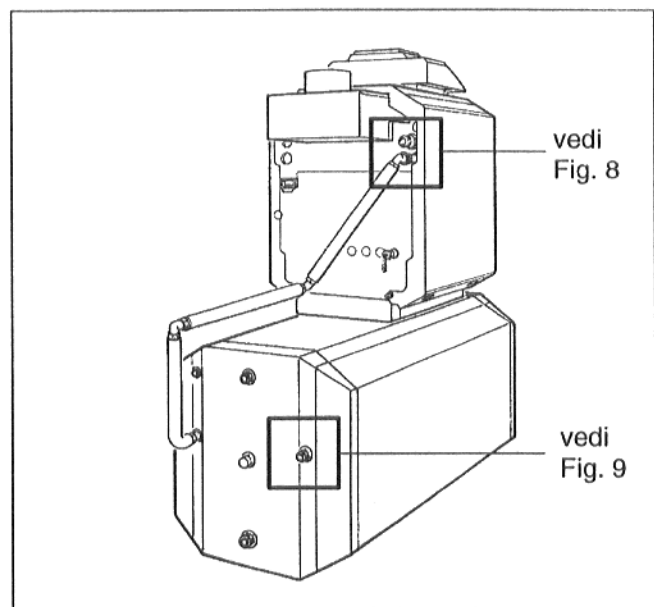
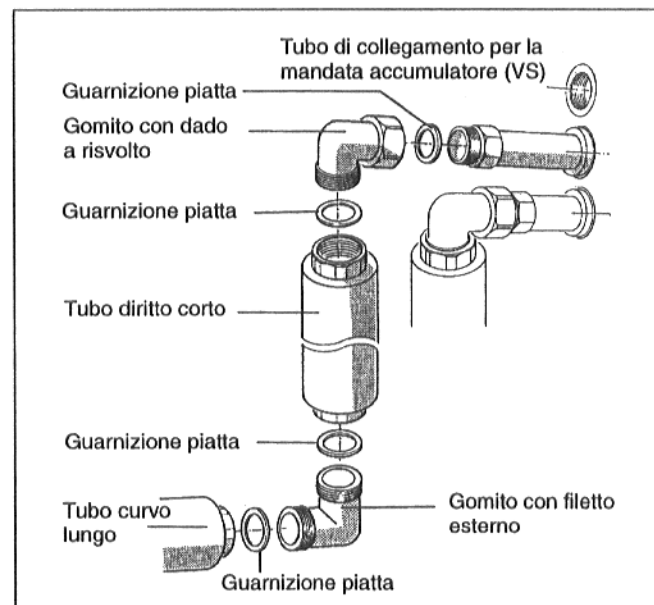
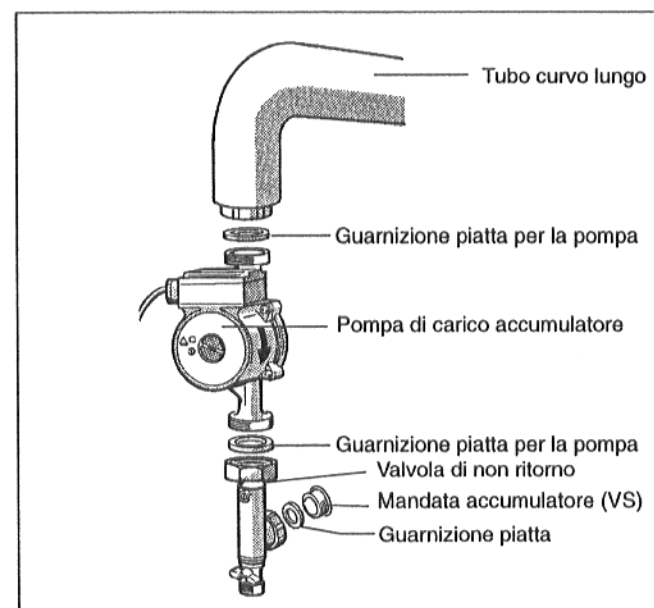

Fig. 7 Vista posteriore, collegamento di ritorno montato
Fig. 8 Mandata accumulatore sulla caldaia
Fig. 9 Mandata accumulatore con pompa di carico accumulatore
- Inserire la guarnizione piatta nel dado a risvolto del secondo gomito e avvitare il gomito al tubo di collegamento per la mandata accumulatore sulla caldaia (Fig. 7 e Fig. 8).
- Inserire la guarnizione piatta nel dado a risvolto del secondo tubo diritto corto e avvitare il tubo perpendicolarmente al gomito (Fig. 7 e Fig. 8).
- Inserire la guarnizione piatta sul terzo gomito con filetto esterno e avvitare il gomito al tubo (Fig. 7 e Fig. 8).
- Inserire la guarnizione piatta nel dado a risvolto del tubo curvo lungo e avvitare il tubo orizzontalmente al gomito (Fig. 7 e Fig. 8).
- Inserire la guarnizione piatta nel dado a risvolto della valvola di non ritorno e avvitare quest'ultima a livello della mandata accumulatore (Fig. 7 e Fig. 9).
- Inserire la guarnizione piatta per la pompa ($\varnothing 44 \times 28 \times 2$) nel dado a risvolto superiore della valvola di non ritorno e avvitare la pompa di carico accumulatore alla valvola di non ritorno mantenendo la direzione di flusso verso il basso (Fig. 7 e Fig. 9).
- Inserire la seconda guarnizione piatta per la pompa ($\varnothing 44 \times 28 \times 2$) nel dado a risvolto del tubo curvo lungo e avvitare il tubo al tronchetto di aspirazione della pompa di carico accumulatore (Fig. 7 e Fig. 9).